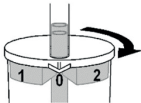

Abb. 2
3. Für normales Saugen drehen Sie das Gefäß, bis der Pfeil am Deckel auf eine offene Stellung („0“) zeigt (Abb. 2)